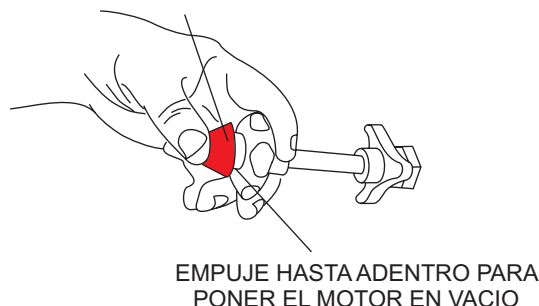

Figura 28. Perilla de control del acelerador (ajuste de las RPM)
- B. Empuje el extremo del botón interno (ajuste grueso), después jale hacia afuera, hasta que las RPM del motor alcancen la velocidad deseada (Figura 28).
- C. Gire la perilla para desenganchar (Figura 28), al sentido de las manecillas del reloj, para dejar las RPM del motor en su lugar.